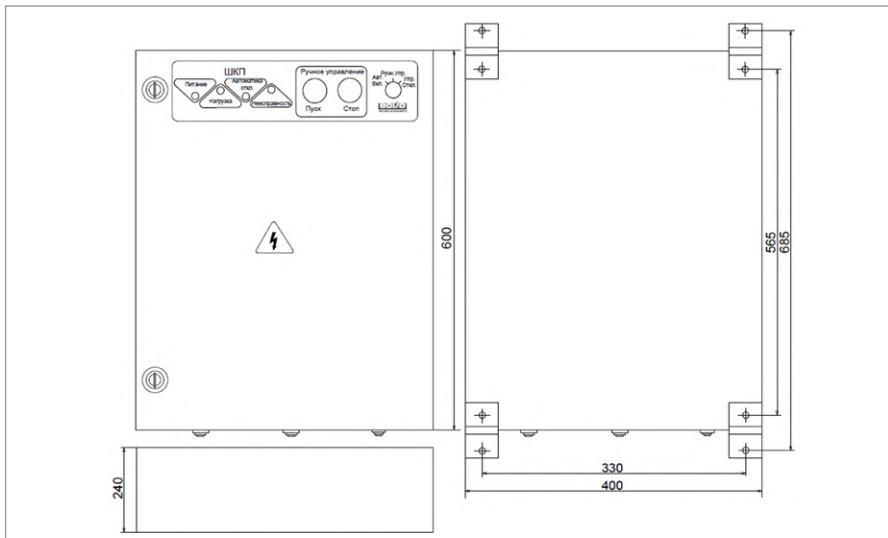
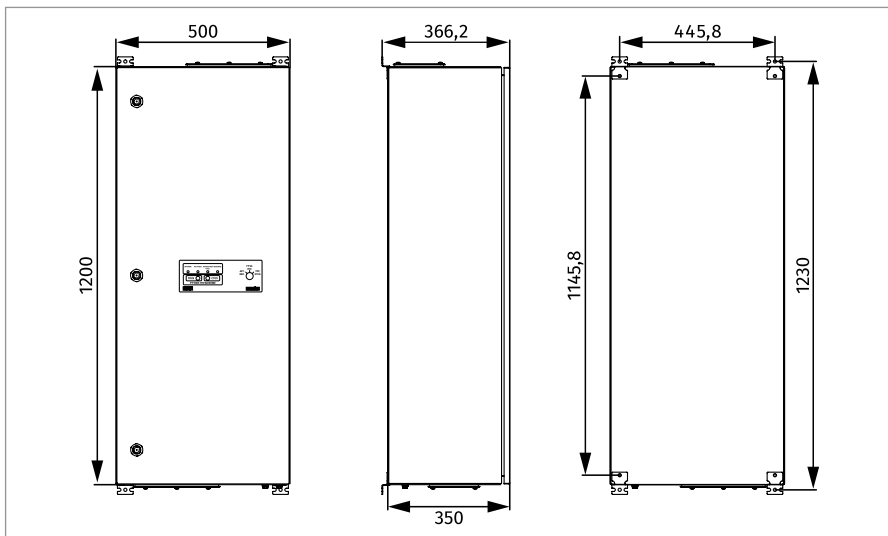

Рисунок 42. Внешний вид, габаритные и установочные шкафа контрольно-пускового «ШКП-30 с УПП», «ШКП-30RS (М) с УПП»
Рисунок 43. Внешний вид, габаритные и установочные шкафа контрольно-пускового «ШКП-110 с УПП»
1. Наметьте на стене места для четырех установочных отверстий в соответствии с габаритным чертежом (см. Рисунок 42 и Рисунок 43).